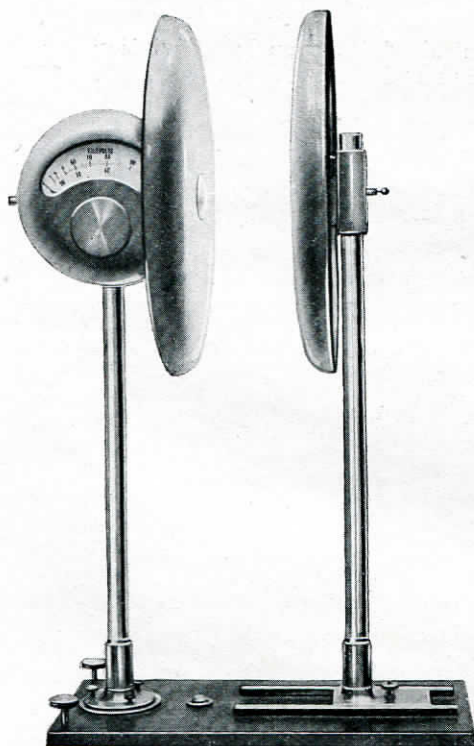

FIG. 29
**Voltmètre électrostatique Abraham Villard** (grand modèle) (*figure 29*) à sensibilité variable (déviation totale pour 25.000 V., 50.000 V., 100.000 V.) ..... 700. »